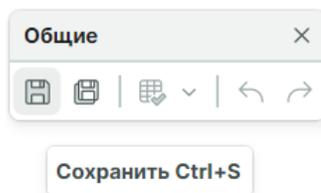

Рис. 26 Кнопка
5. Сохраните изменения, нажав «Сохранить» или «Сохранить все» на панели инструментов «Общие», см. Рис. 26.
3. Сохраните изменения, нажав «Сохранить» или «Сохранить все» на панели инструментов «Общие», см. Рис. 26.